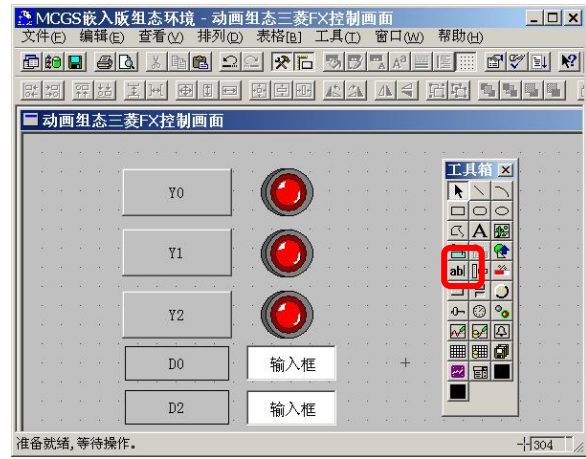

图 14
④输入框：单击工具箱中的“输入框”构件，在窗口按住鼠标左键，拖放出两个一定大小的“输入框”，分别摆放在 D0, D2 标签的旁边位置。如图 14。
(5) 建立数据链接